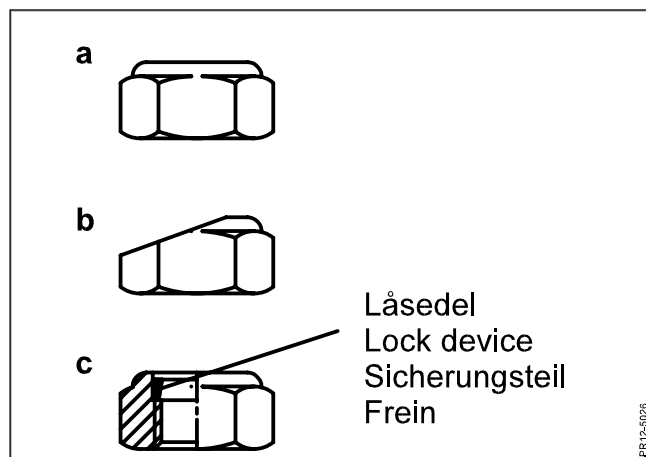

Fig. 6-7
- Fig. 6-7 Specialmøtrikken skal skiftes hvis: